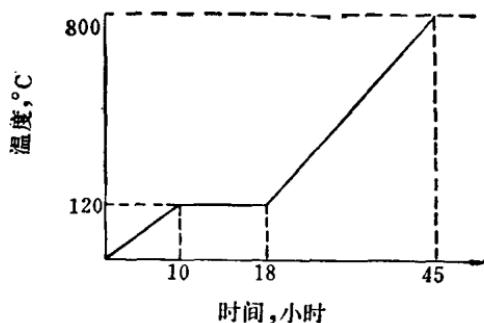

图1 天然气加压蒸汽转化催化剂升温曲线
(1) 以氮气或惰性气体作升温介质。如无惰性气体，低温时也可用天然气或空气作升温介质，除必要的安全措施外，在催化剂层达300℃前应切换蒸汽。升温速度以满足整个炉子和管子的升温要求为准，或按图1的曲线升温：